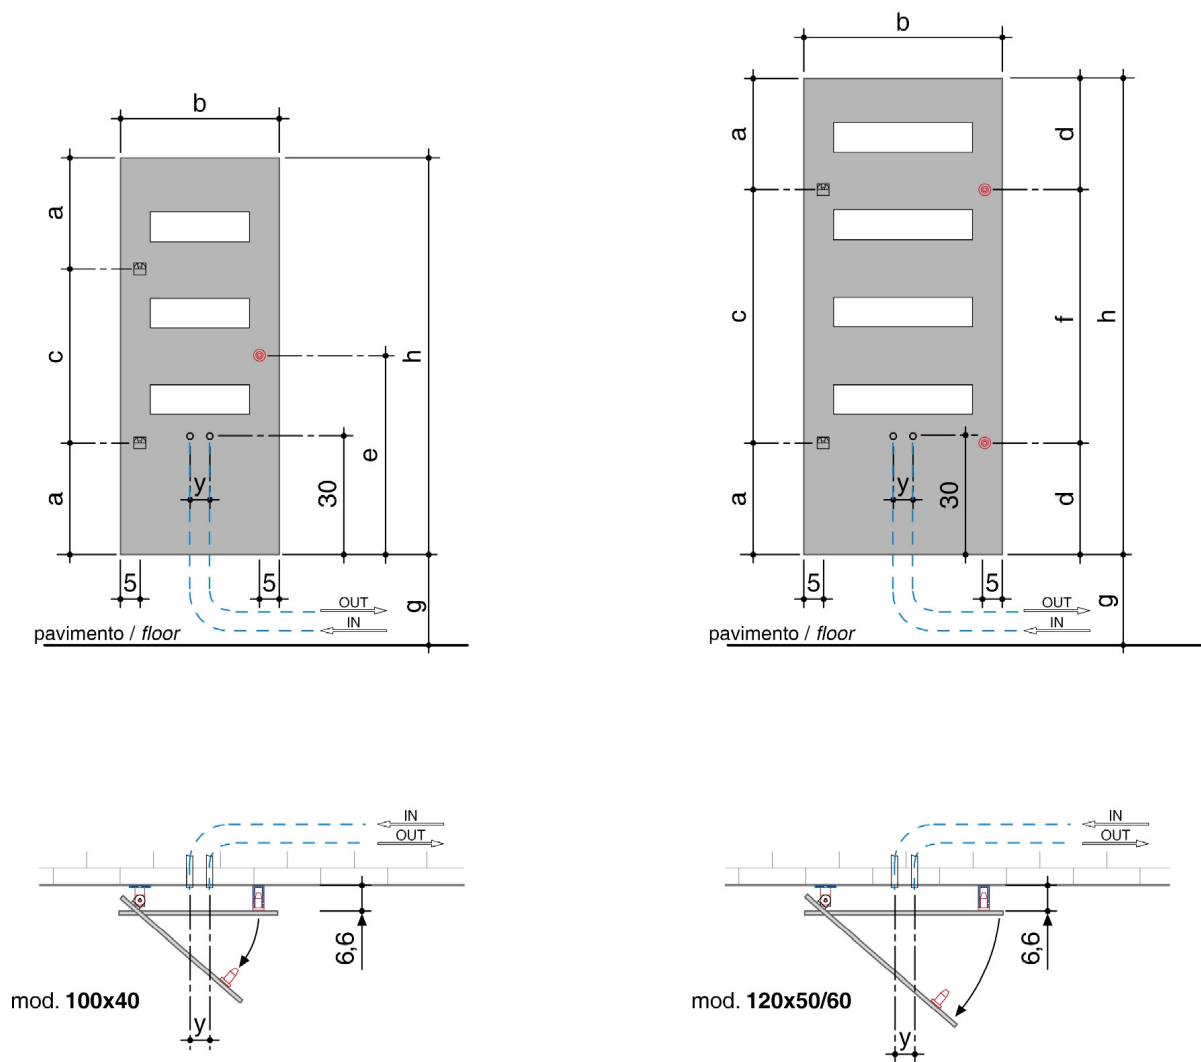
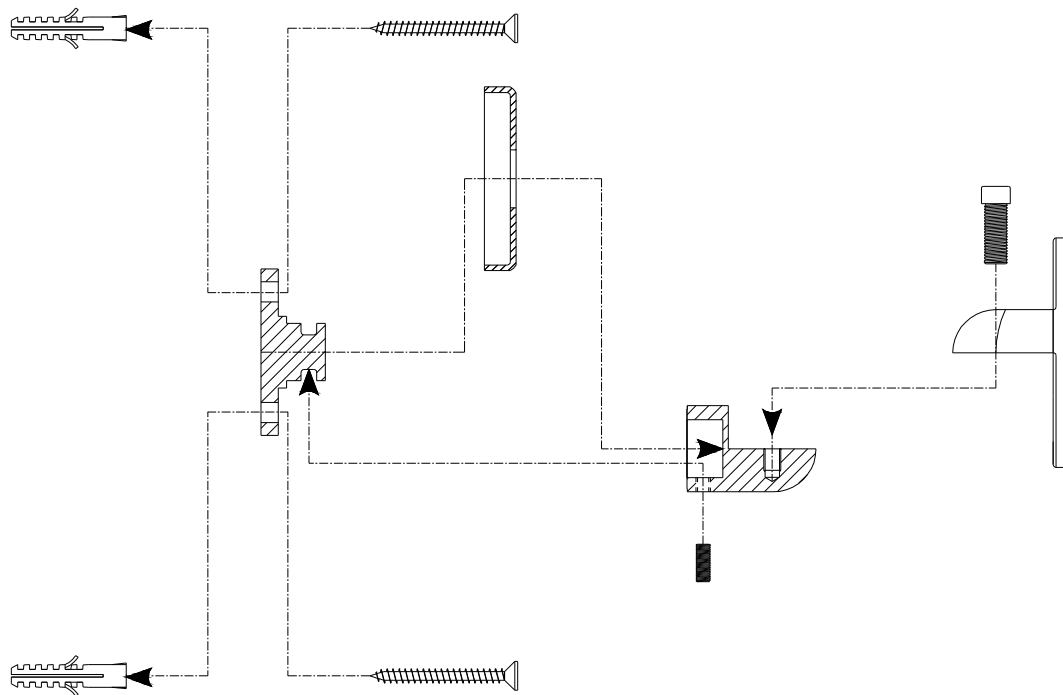
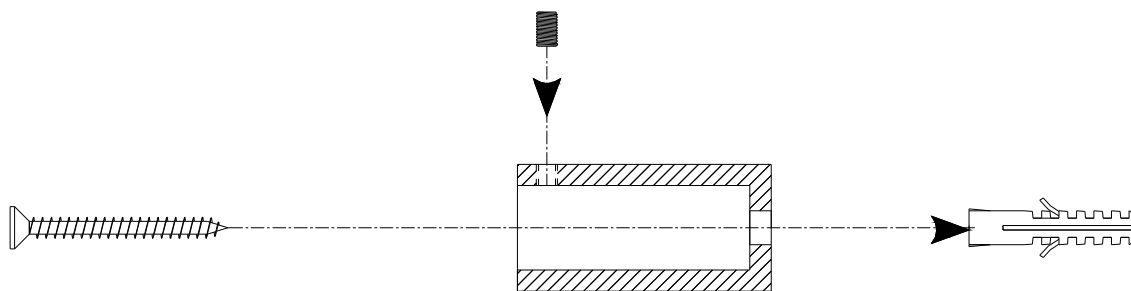

Fig. 1
Fig. 2
Fig. 3
Leggere attentamente tutte le istruzioni e le misure per il corretto montaggio del radiatore elencate nella pagina tecnica del catalogo riportata nel presente documento in Fig. 1.
3.1 L'altezza da terra degli attacchi di andata e ritorno dell'acqua è facoltativa. Verificare che la distanza tra il livello del pavimento e la parte più bassa del radiatore non sia inferiore ai 10 cm. Gli attacchi di andata e ritorno dell'acqua dovranno avere un interasse di 5 cm per tubi rame e multistrato; 8 cm per tubi ferro filettati (Fig. 1).
3.2 Assemblare i supporti e fissarli al muro come descritto nella Fig. 2 utilizzando tasselli idonei alla tipologia della muratura ed in grado di sostenere a parete il radiatore. In dotazione vengono forniti tasselli D.8 mm per cemento armato. Le distanze e gli interassi di fissaggio dipendono dal modello acquistato. Seguire attentamente le misure riportate nel disegno e nella tabella di Fig. 1.
3.3 Agganciare il radiatore ai supporti tassellati a muro, appoggiandolo e fissandolo con le viti in dotazione come da Fig. 2. Assicurarsi che l'appoggio sia il più preciso possibile, se necessario regolare i supporti facendoli scorrere lungo le asole togliendo il copri disco ed allentando i tasselli. Trovata la regolazione ideale, serrare definitivamente le viti nei tasselli a muro.
3.4 Fissare al muro il cilindro con sede conica (Fig. 3) mediante tasselli idonei alla tipologia della muratura ed in grado di sostenere a parete il radiatore. In dotazione vengono forniti tasselli D.8 mm per cemento armato. Seguire la tabella ed il disegno in Fig. 1 per le quote, inoltre si consiglia di segnare il punto di fissaggio al muro chiudendo il radiatore contro la parete.
Read carefully all the instructions and the procedures to be followed to assemble the radiator, as stated in the technical page of the catalogue which is reproduced in this document in fig. 1.
3.1 The water inlet and outlet connections can be placed at any distance from the floor, but make sure that the distance between the floor and the lower part of the radiator is at least 10 cm. The water inlet and outlet connections should have a centre distance of 5 cm for copper and multilayer pipes, 8 cm for threaded iron pipes (fig. 1).
3.2 Assemble the supports and secure them to the wall as described in fig. 2 using plugs that are suitable to type of wall, and sturdy enough to anchor the radiator to the wall. The radiators are supplied as standard with 8mm diameter plugs for reinforced concrete. Fixing distances and centre distances depend on the model purchased. Comply with the measures shown on the drawing and listed in the table in fig. 1.
3.3 Hang the radiator from supports fastened to the wall with the plugs, and secure it with the screws supplied as standard as shown in fig. 2. Make sure that the supports are arranged as accurately as possible, if necessary, adjust the supports by sliding them along the slots after removing the disc cover and loosening the plugs. Once the ideal adjustment has been found, tighten the screws in the plugs all the way.
3.4 Fasten the cylinder with tapered seat (fig. 3) to the wall by means of suitable plugs. The plugs must be suitable to type of wall and sturdy enough to carry the weight of the radiator. The radiators are supplied as standard with 8mm diameter plugs for reinforced concrete. Follow the dimensional indications provided in the table and the drawing in fig. 1. It is advisable to mark the fastening point on the wall by closing the radiator against the wall.